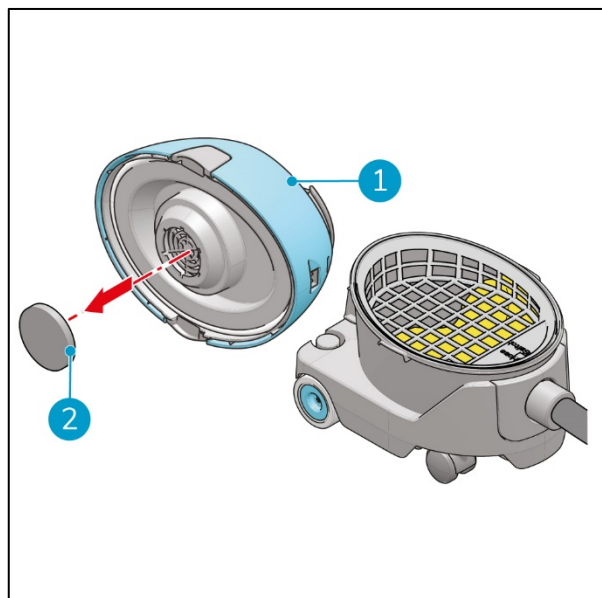

Figura 19
4. Coloque a zona superior sobre uma superfície plana (Figura 19, posição 1).
5. Remova o filtro do motor antigo (Figura 19, posição 2).
6. Coloque o novo filtro do motor (Figura 19, posição 2).